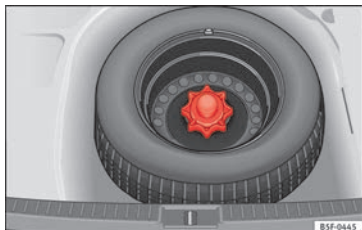

Fig. 248 Rueda de emergencia: piso de carga elevado.
- Alce el piso de carga y manténgalo en posición elevada para poder sacar la rueda de emergencia »» **fig. 248.**